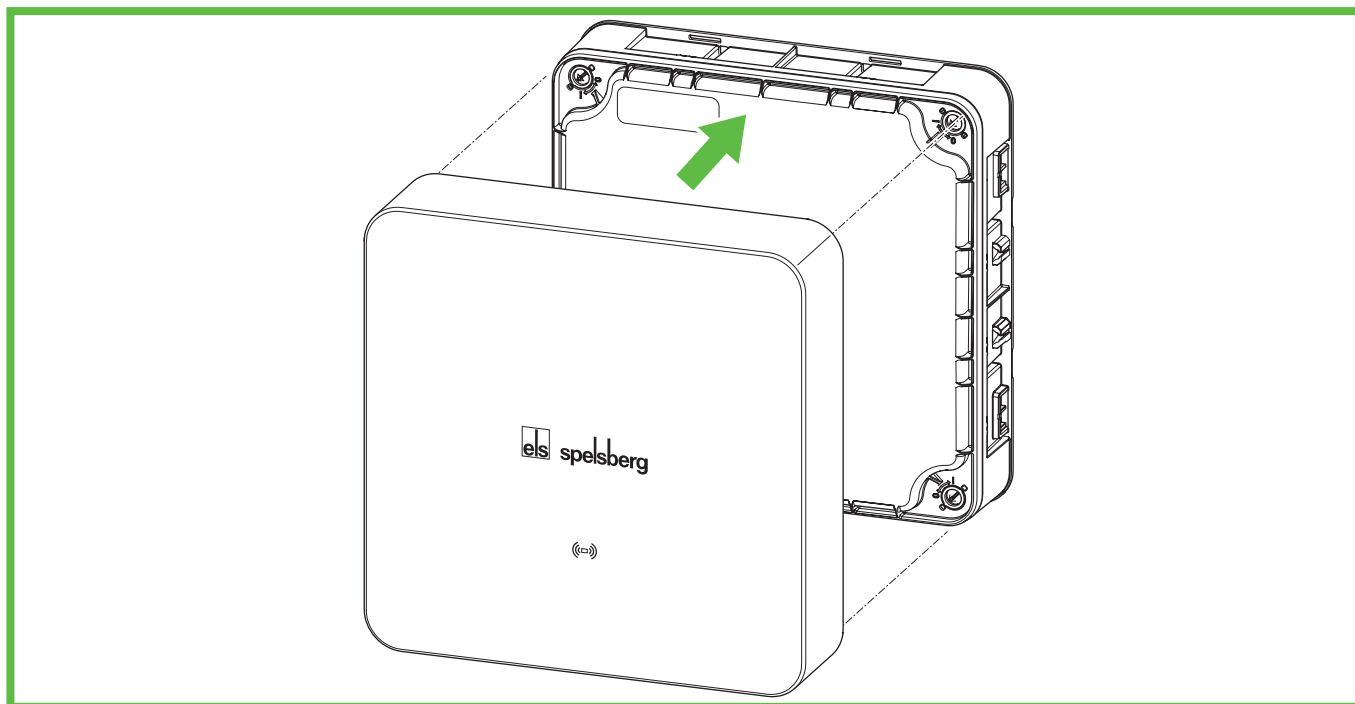

Bild 16: Montering av designlock
- ▶ Tryck på designlocket på laddboxen. Spelsberg-loggan måste vara läsbar (se bild 16).